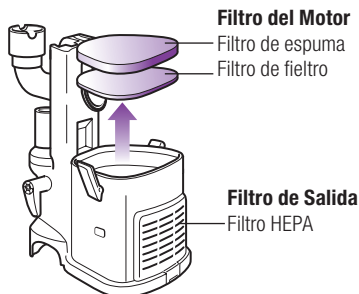

Fig. 21
- 2 Saque los 2 filtros de la parte de arriba de la base del motor. **(Fig. 21)**